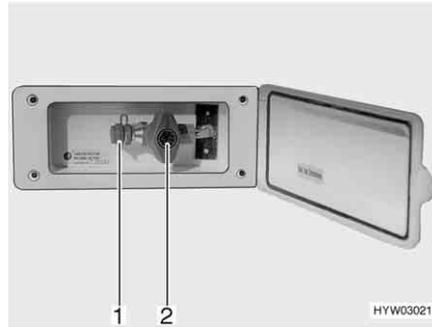

Fig. 86 Toma exterior de gas, válvula de paso de gas cerrada
La toma externa de gas (Fig. 86) está, en función del modelo, en la parte trasera o en el lado izquierdo o derecho del vehículo.
- Conectar el aparato de gas externo en el punto de conexión (Fig. 86,1).
- Abrir la válvula de paso de gas (Fig. 86,2).